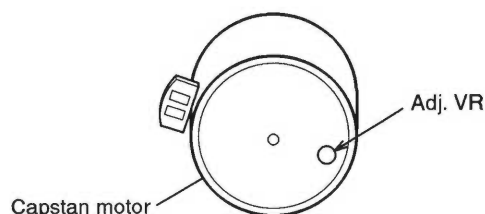

Fig. 3-2
3. 周波数値が3,000~3,015HzとなるようにFig. 3-2に示すVRを調整する。